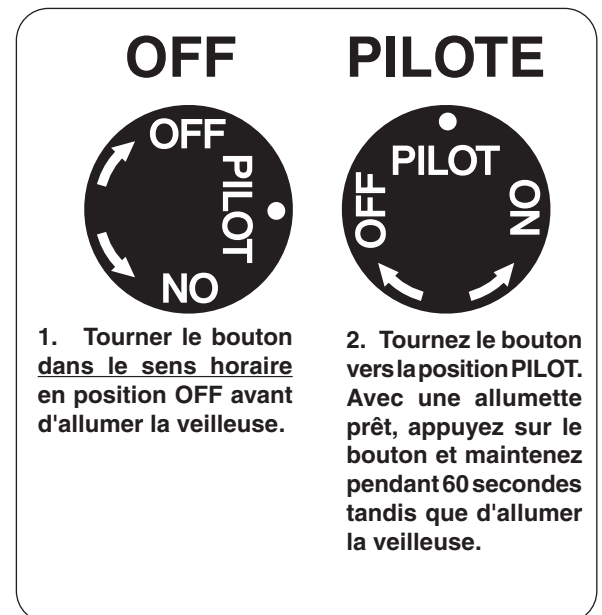

Fig. 36-1 Détail bouton de commande (OFF, PILOTE)
1. Localiser la vanne sur le côté gauche de l'appareil. Appuyer sur le bouton de contrôle du gaz et tourner dans le sens horaire en position **OFF** (Fig. 36-1).
2. Tournez le bouton de réglage dans le sens antihoraire pour **PILOTE** (Fig. 36-1). Appuyez sur le bouton de commande **fermement et pleinement** enfoncée. Mantenga partido largo chimenea o un encendedor cerca del termopar a encender el piloto. Continuez à tenir le bouton de commande pendant environ 60 secondes après que le pilote est allumé, puis relâchez le bouton. Le pilote reste allumé.